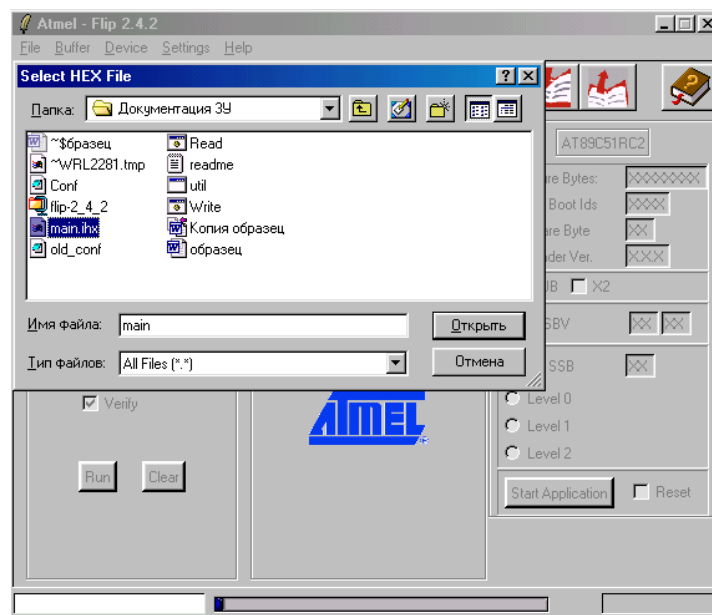

Рисунок 3.
- 14) Загрузите HEX файл (**File**→**Load HEX File**) рисунок 3.